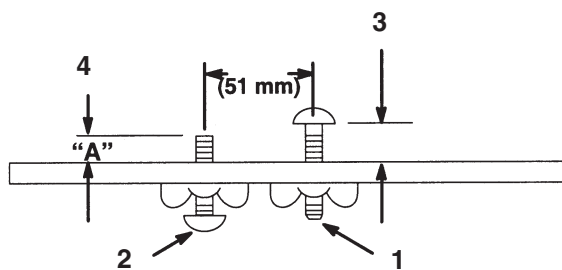

Bild 7
Um eine gleichbleibende Neigung des Schneidwerks einzustellen, empfiehlt Ihnen Toro nachdrücklich den Gebrauch einer 2-Schrauben-Messlehre mit der TORO Bestell-Nr.98-1852 (Bild 7). Mit der ersten Schraube wird die Schnitthöhe eingestellt, mit der zweiten die Neigung des Schneidwerks. Mit der zweiten Schraube geschieht eine einfache Vorgehensweise der Übertragung der Neigung eines Schneidwerks auf alle Schneidwerke der Maschine.
Leiste bis zur Unterseite des Schraubkopfes (Bild 7).
2. Stellen Sie die Neigung „A“ anhand der Tabelle 1 für die zweite Schraube auf der Messlehre ein. Diese Abmessung gilt von der Stirnseite der Leiste bis zum Ende der Schraube (Bild 7).